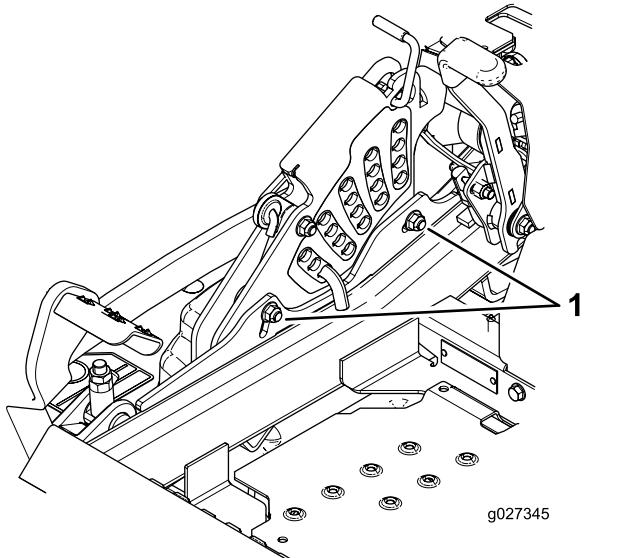

Figura 94
11. Para ajustar el sistema de ajuste de un solo punto, afloje los 2 pernos situados cerca del borde inferior de la pletina de altura de corte (Figura 94).
| 1. Perno de ajuste de un solo punto | 13. Apriete los 2 pernos en el borde inferior de la pletina de altura de corte (Figura 94). |